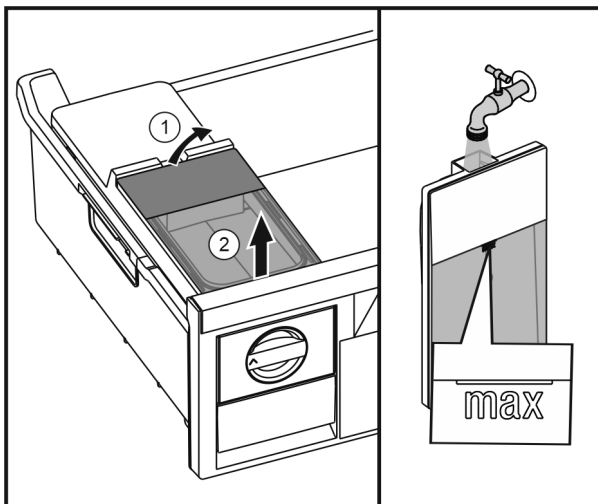

Fig. 38
- Waterreservoir van achter optillen Fig. 38 (1) en omhoog verwijderen Fig. 38 (2).